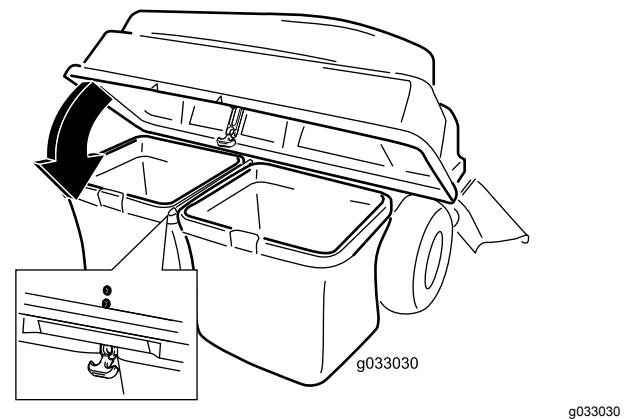

Bild 23
5. Senken Sie die Abdeckung des Heckfangsystems auf die Körbe ab (Bild 23).